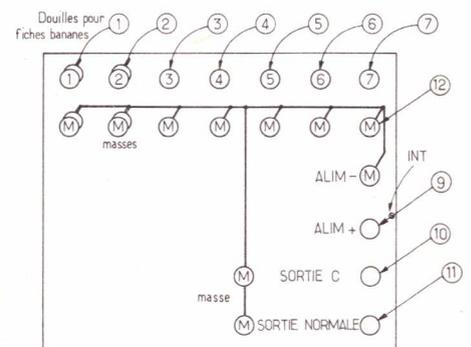

Figure 5
Voici à la figure 5, le plan de la platine verticale, qui servira de panneau avant de l'appareil, fixé mécaniquement à la platine imprimée par des équerres. Le panneau avant de la figure 5 est vu de la face avant, celle accessible à l'utilisateur. De droite à gauche et en haut, on a disposé d'une manière régulière les douilles de branchement des sept sources. Les douilles supérieures correspondent aux points (1) à (7), à relier par fils courts aux points de même désignation de la platine imprimée. Les douilles inférieures sont celles de masse, à relier à la masse point (12) de la platine.
Revenons à la **figure 5**. L'alimentation se branchera par deux douilles, l'une pour le +, connectée au point (9) de la platine imprimée, l'autre pour le -, connectée sur le panneau à la ligne de masse point (12).
Un interrupteur peut être monté dans le fil de + de l'alimentation, sur le panneau avant, au point INT comme indiqué à la **figure 5**.